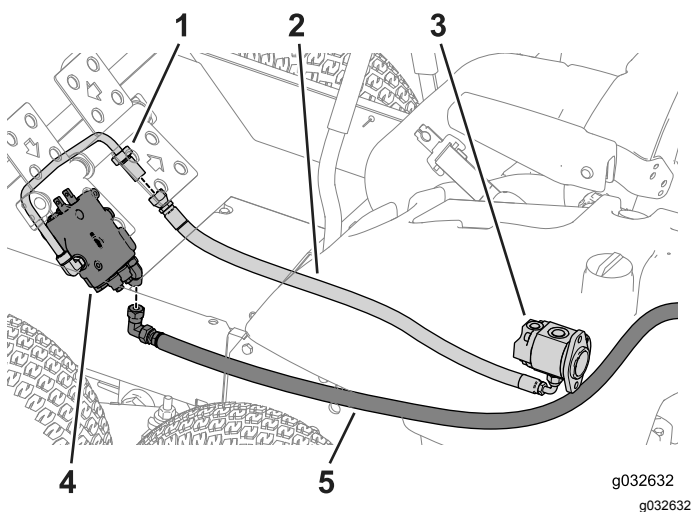

Figure 81
4. Acheminez les flexibles vers l'avant de la machine (Figure 81)